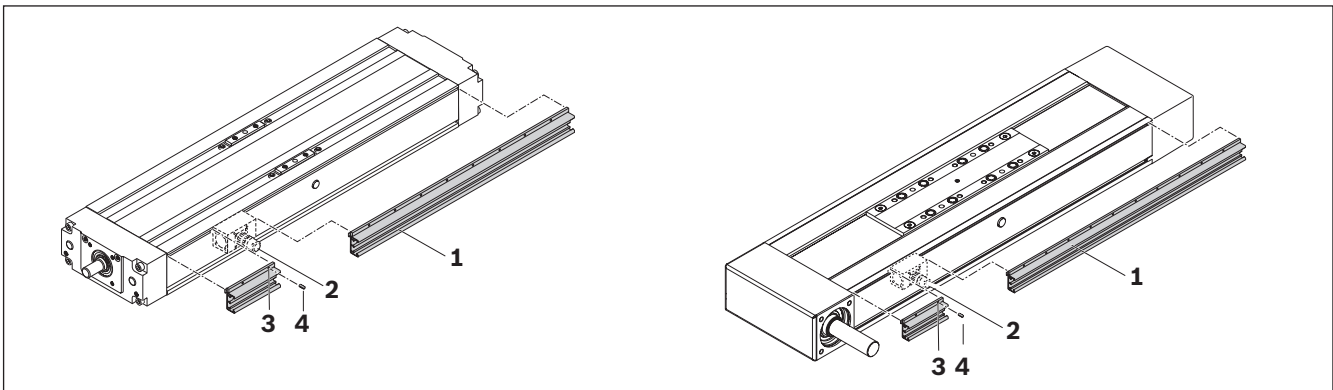

Fig. 8: Befestigungskanal montieren
4. Befestigungskanal ohne Deckel einhängen (auf richtige Lage achten ► ☒ Fig.8) und mit den beiliegenden Gewindestiften (**4**) fixieren.
► Fig. 8 zeigt CKR; für CKK ist die Montage identisch.
1. Sensor (1) in den Befestigungskanal (2) so einschieben, dass der Gewindestift (3) am Sensor (1) nach außen zeigt.